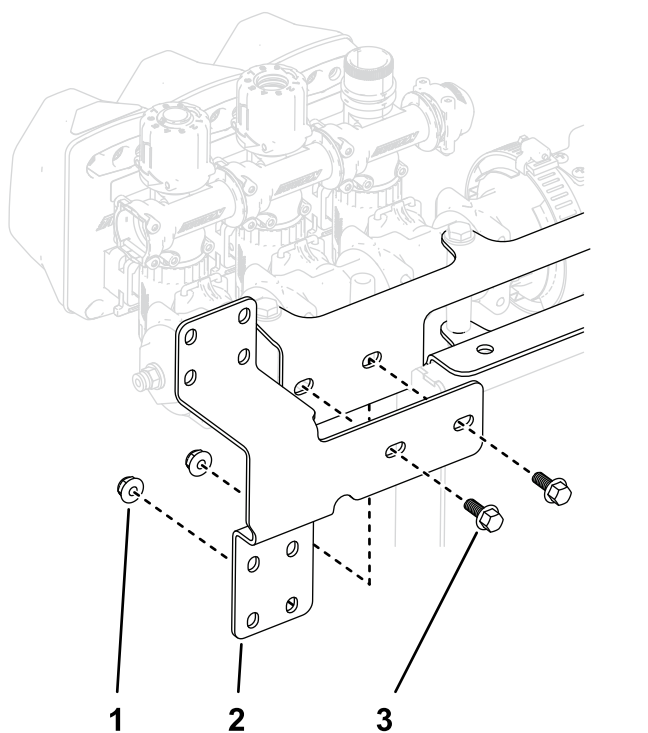

Figure 25
2. Montez la plaque de fixation de vanne sur le cadre de montage de vanne à l'aide de 2 boulons à embase ($\frac{1}{4}$ " x 0,625"), comme indiqué à la Figure 25.